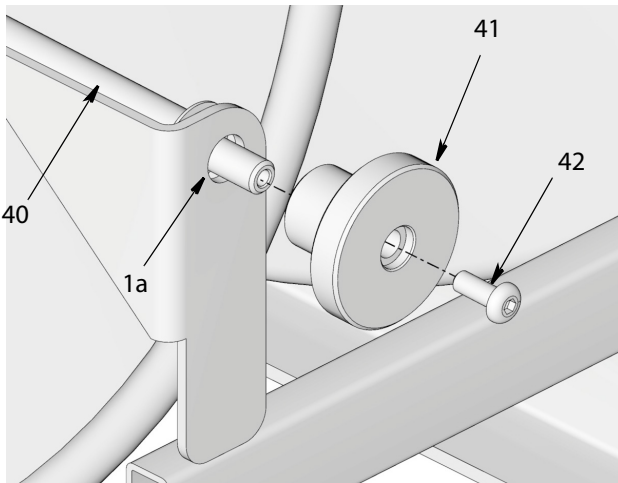
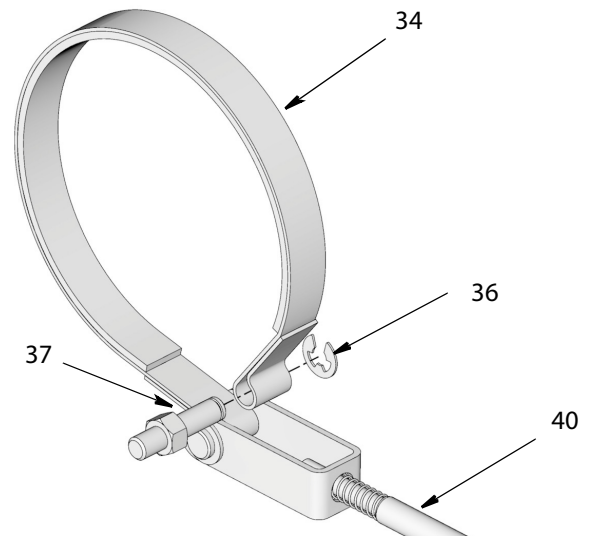

Рис. 27
Рис. 29
2. Для ослабления затяжки тормоза поворачивайте регулятор (41) против часовой стрелки.
3. Ослабьте и извлеките винты (42) из торца регулятора (41) (Рис. 27).
4. Извлеките регулятор (41) из торца штанги (40) (Рис. 27).
5. Ослабьте и снимите гайку (24) и снимите зажим-обруч (34а) с анкерного штифта (37).
6. Снимите зажим (36) с анкерного штифта (37) (Рис. 29).
7. Снимите штифт (37) с обруча (34) (Рис. 29).
8. Снимите обруч (34) со втулки тормоза (12).
9. Извлеките торец штанги (40) из рамы (1а) (Рис. 27).
14. Проведите торец штанги (40) через отверстие (27b) (Рис. 27).
15. Установите регулятор (41) на торец штанги (40). Установите винт (42). Надежно затяните винт, чтобы зафиксировать регулятор на месте (Рис. 27).